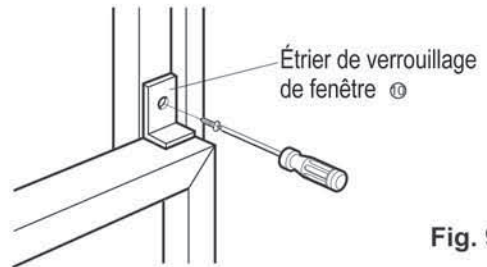

Fig. 9
12. Fixez l'étrier de verrouillage de fenêtre ⑩ à l'aide d'une vis de type C® (Fig. 9)